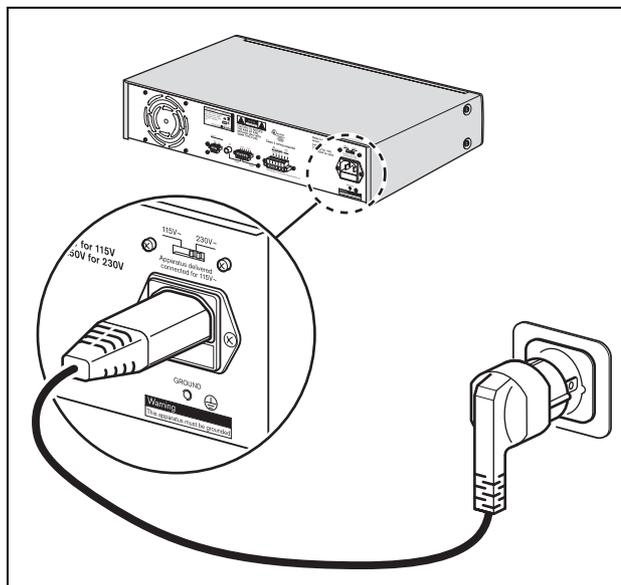

figure 3.2: Connexion d'alimentation et sélecteur de tension
- Assurez-vous que le sélecteur de tension (115V/230V CA) est correctement réglé pour la tension du secteur de votre pays (voir figure 3.2).